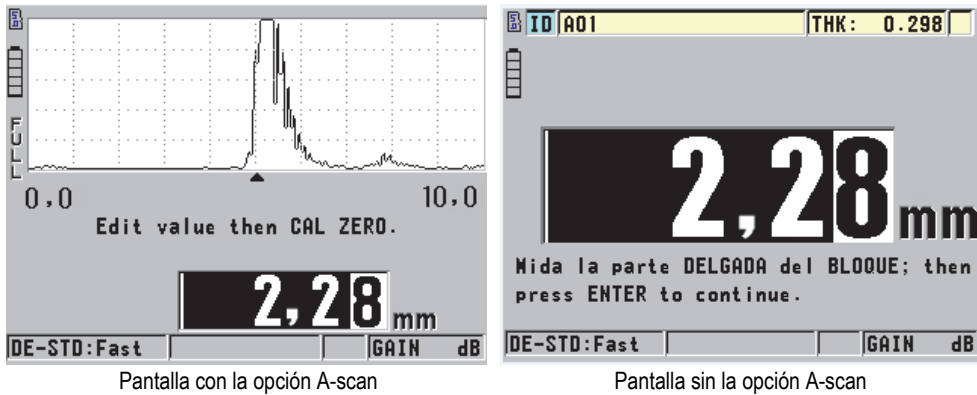

Figura 5-5 Calibración de la velocidad del sonido en un bloque de calibración de 5 espesores
1. Para efectuar la calibración de la velocidad de sonido en una pieza con o sin la opción *software* A-scan (véase la Figura 5-5 en la página 68):